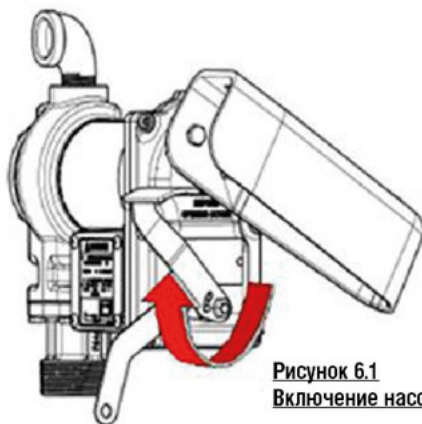

Рисунок 6.1
3. Переведите рычаг переключателя подачи питания в положение «ВКЛ» (ON), чтобы включить насос (рисунок 6.1).